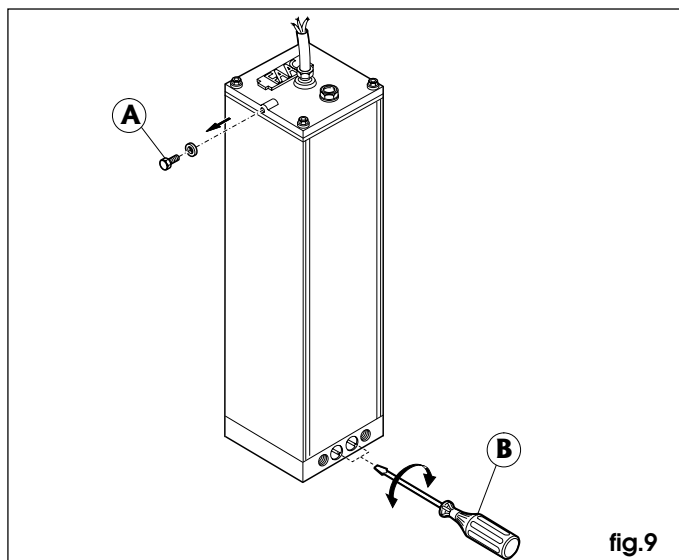

fig. 9
- 4) Quite y conserve el tornillo de purga, como indicado en la fig.9 ref.A.
Para tarar el sistema oleodinámico de regulación de la fuerza transmitida, utilicen los dos tornillos by-pass (fig.9 ref.B).